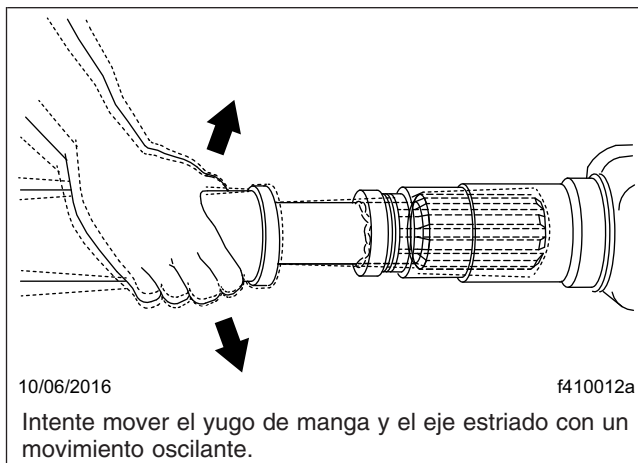

Figura 3, Revisión del desgaste de las estrías de la junta deslizable
6. Revise el desgaste de las estrías de las juntas deslizables; para ello, haga oscilar el yugo de manga y el eje estriado hacia detrás y hacia delante: vea la **Figura 3**. Si la junta deslizante puede moverse en el sentido de las manecillas del reloj o en el sentido contrario, más de 0.007 pulgadas (0.18 mm), reemplace el yugo de manga y el eje estriado.